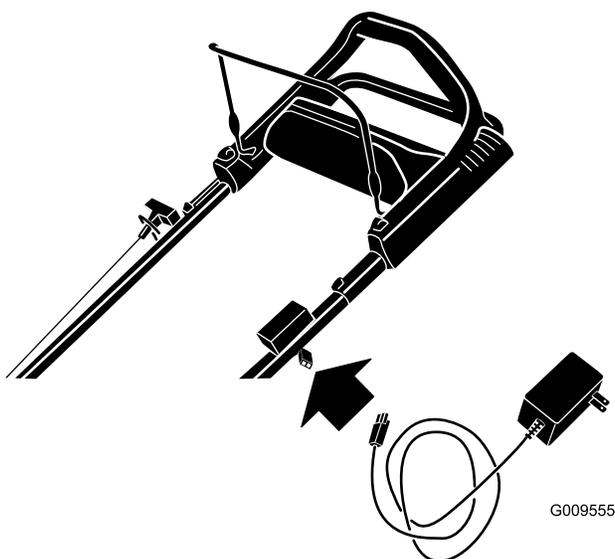

Figure 37
1. Branchez le chargeur au faisceau de câblage situé sous le bouton de démarrage électrique (Figure 37).
Remarque: La machine est livrée avec un fusible de rechange situé dans le boîtier du chargeur de batterie (Figure 37).